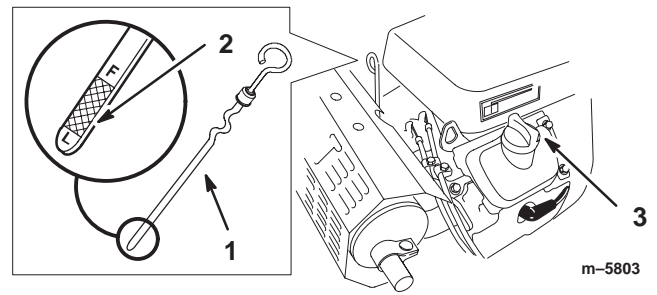

Figure 38
2. Nettoyez la surface autour de la jauge d'huile (Fig. 38) pour éviter que des impuretés ne tombent dans le moteur.
3. Sortez la jauge d'huile et essuyez soigneusement l'extrémité métallique (Fig. 38).
4. Enfoncez la jauge complètement dans le moteur. Sortez de nouveau la jauge et examinez l'extrémité métallique (Fig. 38). Si le niveau est bas, versez lentement une quantité d'huile suffisante dans le goulot de remplissage pour amener le niveau au repère du plein (F).
**Important** Ne remplissez pas excessivement le carter sous peine d'endommager le moteur. Ne faites pas tourner le moteur si le niveau d'huile est en dessous du repère minimum (L), au risque d'endommager le moteur.
7. Versez lentement environ 80% de la quantité d'huile spécifiée à la page 33 dans le goulot de remplissage (Fig. 38). Vérifiez le niveau d'huile (voir Contrôle du niveau d'huile moteur, page 33). Faites l'appoint avec précaution pour amener le niveau au repère du plein.